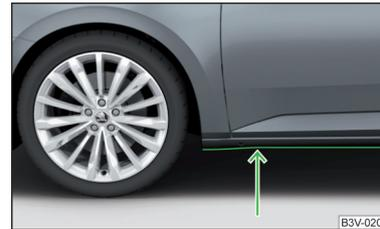

Abb. 261
- Daher vor einer Wasserdurchfahrt die Wassertiefe feststellen. Der Wasserstand darf maximal an die Unterkante des Unterholms reichen » Abb. 261.